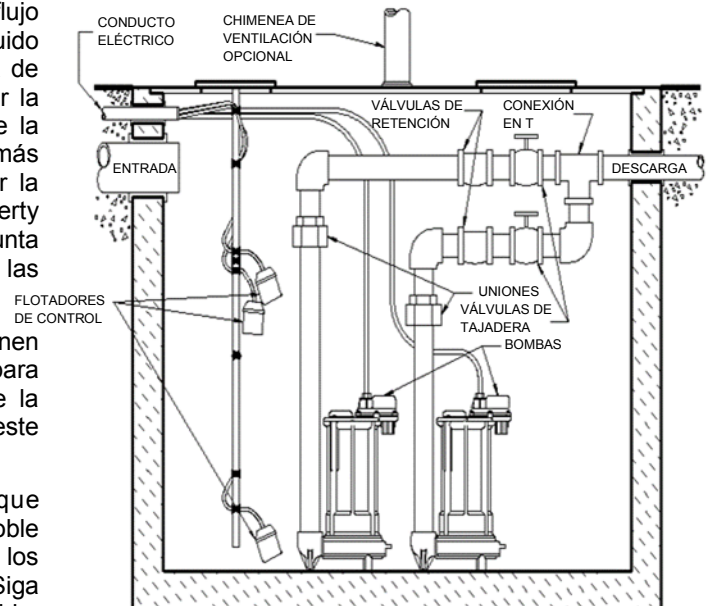

Fig. 3 – Instalación típica de sistema doble
- B. **Sistemas doble (dos bombas) (consulte la fig. 3):** Coloque ambas bombas en su lugar, al fondo de la fosa. El control doble usado incluirá 3 o 4 flotadores que estarán atados a uno de los tubos de descarga o a una varilla o soporte independiente. Siga las instrucciones provistas con su dispositivo de control doble. Cada uno de los flotadores debe tener **libertad de movimiento en su recorrido** y no hacer contacto con el cuerpo de la bomba, la tubería u otros objetos. Conecte un tubo de descarga individual a cada bomba.